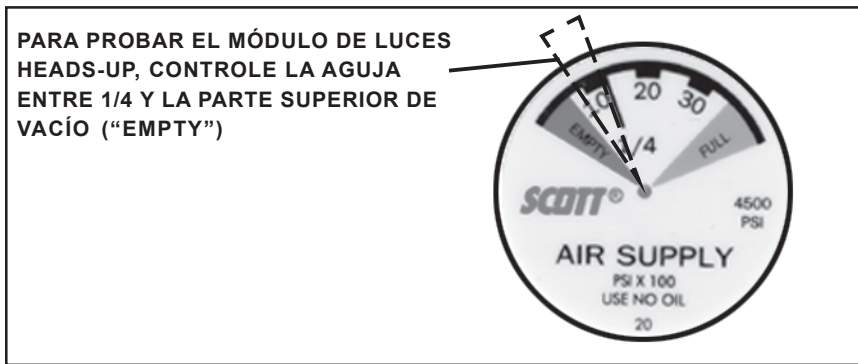

FIGURA 4
9. Empuje hacia adentro la perilla de la válvula del cilindro y haga girarla hacia la derecha para cerrarla. Cuando la válvula del cilindro esté totalmente cerrada, abra ligeramente la válvula de purga para dejar salir del sistema la presión de aire residual. A medida que la presión de aire residual sale del sistema, la aguja del manómetro remoto se moverá de lleno ("FULL") hacia vacío ("EMPTY"). Observe las luces del módulo Heads-Up y compruebe que se iluminan correctamente en orden descendente. Cierre la válvula de purga cuando la aguja del manómetro pase la marca de "1/4" pero antes del comienzo de la banda roja de vacío ("EMPTY") (véase la FIGURA 4).
- b) La luz roja en el extremo izquierdo del módulo Heads-Up parpadeará rápidamente diez (10) veces por segundo.